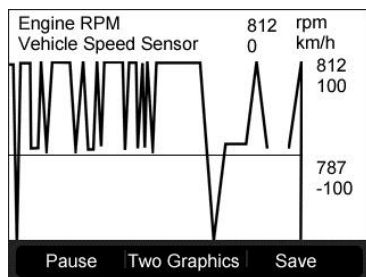

Figura 5.12
- Si el "**Un Gráfico**" en la parte baja aparece al resaltar un PID, la información gráfica esta disponible. Seleccione **Uno Gráfico** para ver el gráfico. (Figura 5.12). Los valores de nombre de PID, valor actual, máximo y mínimo se visualizan en la pantalla.